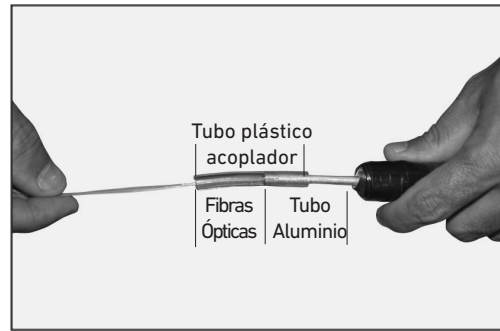

Figura 33
6.11 Guie o tubo plástico acoplador de 5 cm pelas fibras ópticas até alcançar o extremo do tubo de alumínio como mostra na figura 33.